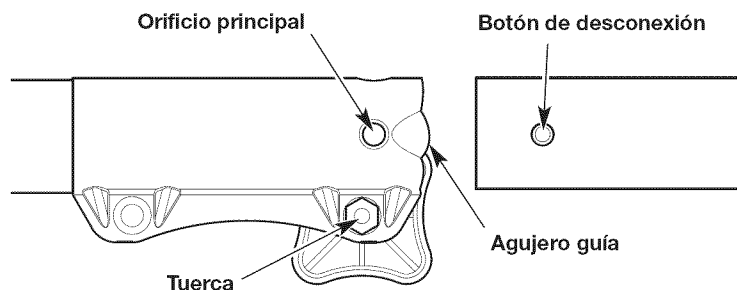

Fig. 4
4. Alinee el botón de liberación con el embutimiento de la guía (Fig. 4).
5. Presione el accesorio directamente dentro del acoplador hasta que el botón de liberación encaje a presión firme del orificio principal (Fig. 4).
NOTA: No ajuste demasiado la tuerca (Fig. 4).
3. Oprima y mantenga apretado el botón de liberación (Fig. 4).